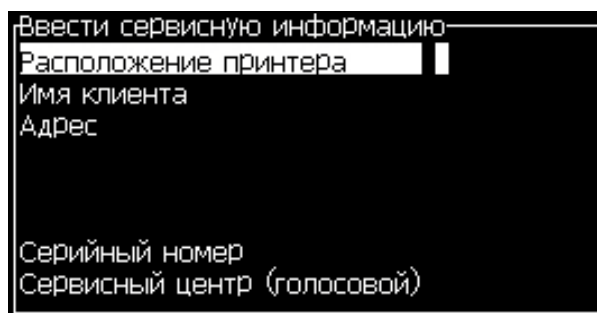

Рисунок 4-23: Диалоговое окно *“Enter Service Information”* (ввод информации по обслуживанию)
- 2 Выберите опцию *“Enter Service Information”* (ввод информации по обслуживанию), и нажмите кнопку *“Enter”* (ввод). Появится диалоговое окно *“Enter Service Information”* (ввод информации по обслуживанию) (смотрите Рисунок 4-23).